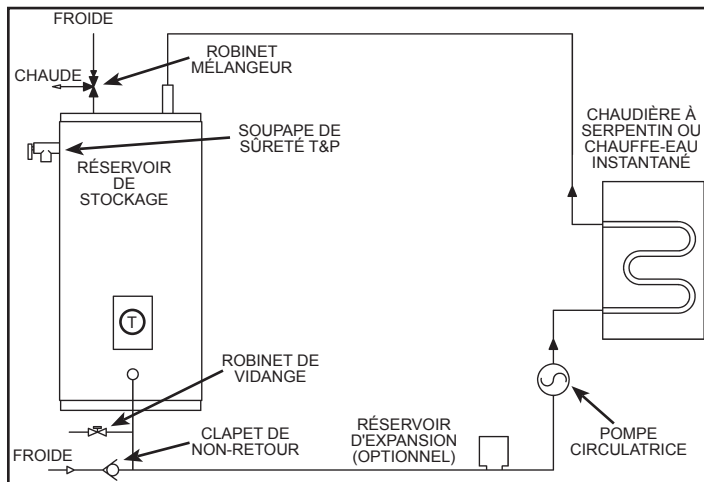
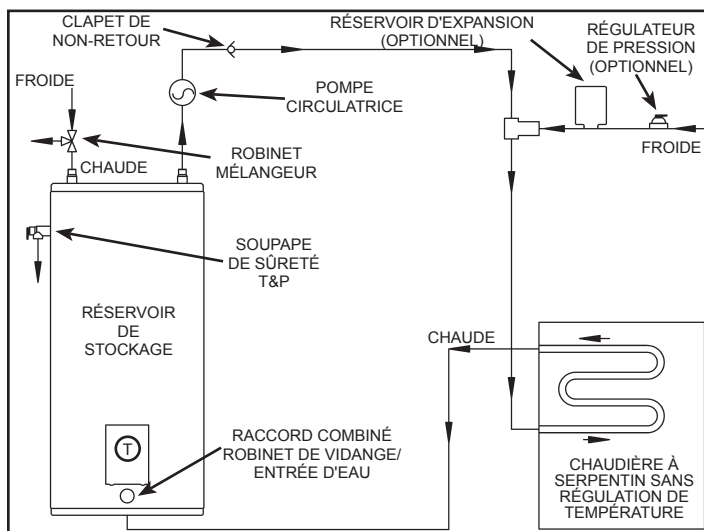

Figure 2. Un seul réservoir raccordé à un chauffe-eau instantané à régulation automatique de la température
Figure 3. Un seul réservoir raccordé à une chaudière à serpentin sans régulation automatique de la température
Il est recommandé de suivre le schéma de montage de la Figure 2 lorsque le réservoir de stockage est raccordé à un chauffe-eau instantané à régulation automatique de la température. De même, il est aussi recommandé de régler la température de consigne de ce chauffe-eau instantané à au moins 11°C (20°F) de plus que la température de consigne du thermostat du réservoir de stockage. En ce qui concerne le raccordement du réservoir de stockage à une chaudière, il est recommandé de suivre le schéma de montage de la Figure 3. Dans une telle installation, où seul le différentiel de température entre l'entrée et la sortie de la chaudière
la canalisation d'alimentation du chauffe-eau instantané et raccordez cette canalisation à la seconde extrémité libre du raccord en té. Enfin, raccordez la canalisation de retour provenant du chauffe-eau instantané au raccord supérieur du réservoir de stockage (voir Figure 2). Passez à l'étape 5.
4. Dans le cas d'un raccordement à une chaudière, vissez le raccord combiné robinet de vidange/entrée d'eau sur le raccord inférieur du réservoir de stockage. Par la suite, raccordez l'orifice d'entrée du raccord combiné robinet de vidange/entrée d'eau, à la sortie d'eau chaude de la chaudière. Dans une telle configuration, il faudra raccorder, à l'aide d'un té, la canalisation d'alimentation en eau froide du système et la canalisation provenant du réservoir de stockage (sur laquelle se trouvera la pompe circulatrice), à la canalisation d'entrée de la chaudière. Enfin, installez la pompe circulatrice sur la canalisation provenant du raccord latéral supérieur du réservoir de stockage (voir Figure 3).
9. Un compteur d'eau contient parfois un clapet de non-retour, ou un autre mécanisme anti-retour d'eau ou un réducteur de pression. Ces composantes créent un système "fermé". Lors du cycle de chauffage, l'eau subit une expansion volumétrique thermique, ce qui engendre une hausse de la pression dans le réseau d'alimentation en eau. Une soupape de sûreté température et pression (T&P) doit être installée (150 lb/po² max.) Consultez la rubrique précédente. Une décharge occasionnelle par la soupape de sûreté T&P est parfois le résultat d'un phénomène d'expansion thermique dans un système d'alimentation fermé. Afin de prévenir de telles décharges, ce qui pourrait aussi entraîner l'accumulation de calcaire sur le siège de la soupape de sûreté T&P, veuillez installer un réservoir d'expansion thermique sur le circuit de recirculation d'eau chaude, comme illustré à la Figure 2 et Figure 3.